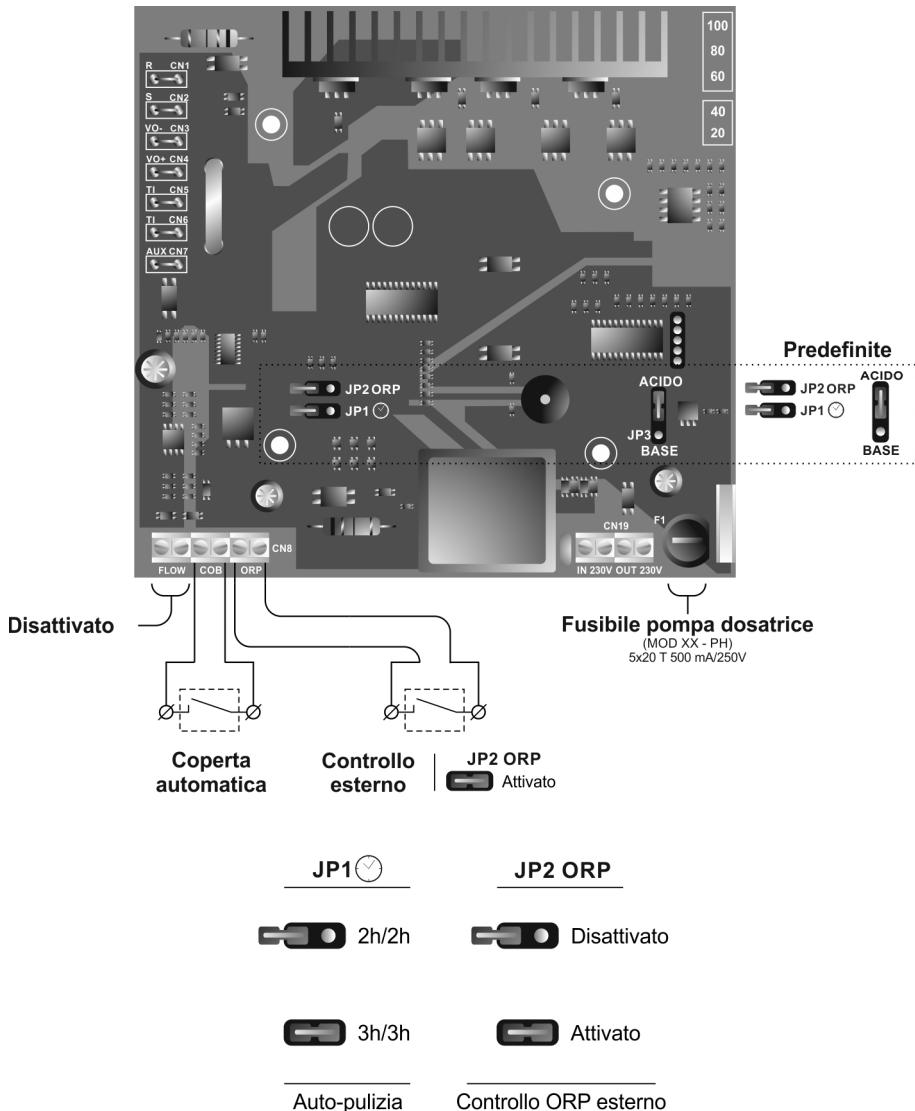

Fig. 11
- **Sistema di AUTOPULIZIA DEGLI ELETTRONDI:** La frequenza d'inversione può essere selezionata mediante il jumper “JP1” situato nella scheda di controllo del sistema (Fig. 11). Questa configurazione diventerà effettiva quando il sistema si stacchi e torni a collegare.